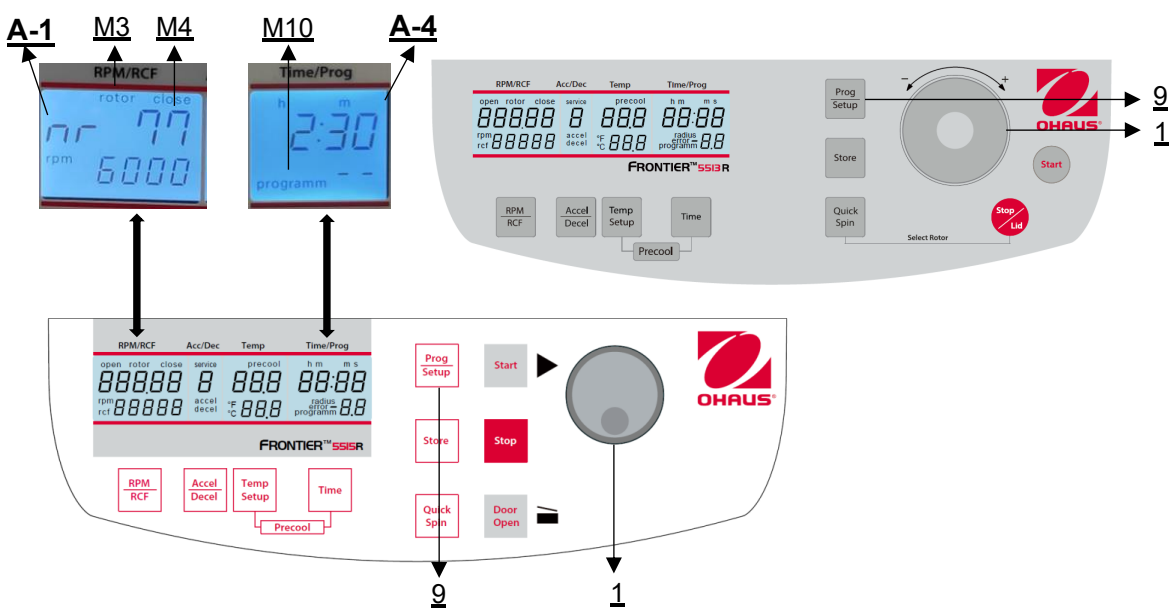

Figura 21
Para recuperar los programas almacenados, pulse la tecla **"Prog/Setup"** (9) (véase la figura 21) con la tapa ya cerrada. En la pantalla **"Time/Prog"** (A-4) aparece **"program--"** (M10). El número de programa deseado puede preseleccionarse con la rueda táctil (1).
Para salir del modo de programación basta con pulsar la tecla **"Prog/Setup"** (9) (véase la figura 21). A continuación, en la pantalla
Puede poner en marcha la centrifuga con la tecla **"Start"** (8) o con la tecla **"Quick Spin"** (6) (véase la figura 21). Con la tecla **"Start"** (8) puede iniciar ciclos almacenados o ciclos con parámetros preseleccionados manualmente. Una vez transcurrido el tiempo de funcionamiento preseleccionado, la centrifuga se detiene automáticamente. Con la tecla **"Giro rápido"** (6) puede iniciar ciclos que duran sólo unos segundos.